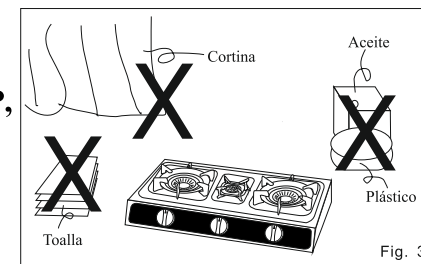

Fig. 3
- Asegúrese de que no haya materiales inflamables a la proximidad de la placa de gas (Fig.3)